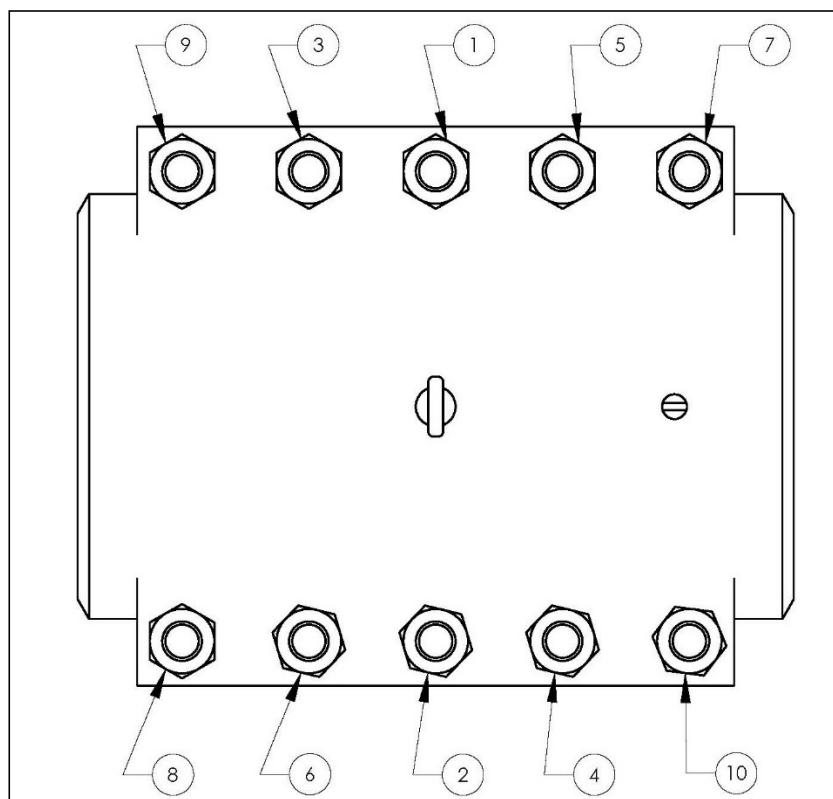

Figura 10
7. Serrare i prigionieri in modo uniforme secondo il valore corrispondente per la dimensione del bullone riportato nella **Tabella della Coppia di Serraggio dei prigionieri dell'Area di Tenuta PLIDCO** inclusa a pagina 19. I migliori risultati si ottengono mantenendo un interstizio uniforme lungo le barre laterali durante il serraggio dei prigionieri. Assicurarsi che il dado sia completamente avvitato, con un'estensione minima del prigioniero di 1/4 di pollice (6,4 mm) oltre il dado. La sequenza per il serraggio dei prigionieri deve seguire il modello mostrato nella Figura 10 e deve essere eseguita ripetutamente come segue: